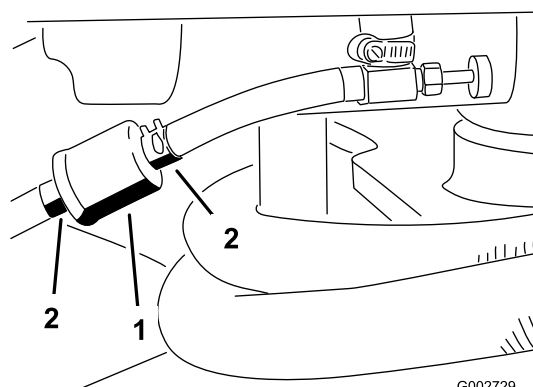

Figura 31
1. Chiudete la valvola di intercettazione del carburante, allentate la fascetta stringitubo dal lato carburatore e togliete il tubo di alimentazione dal filtro (Figura 31).